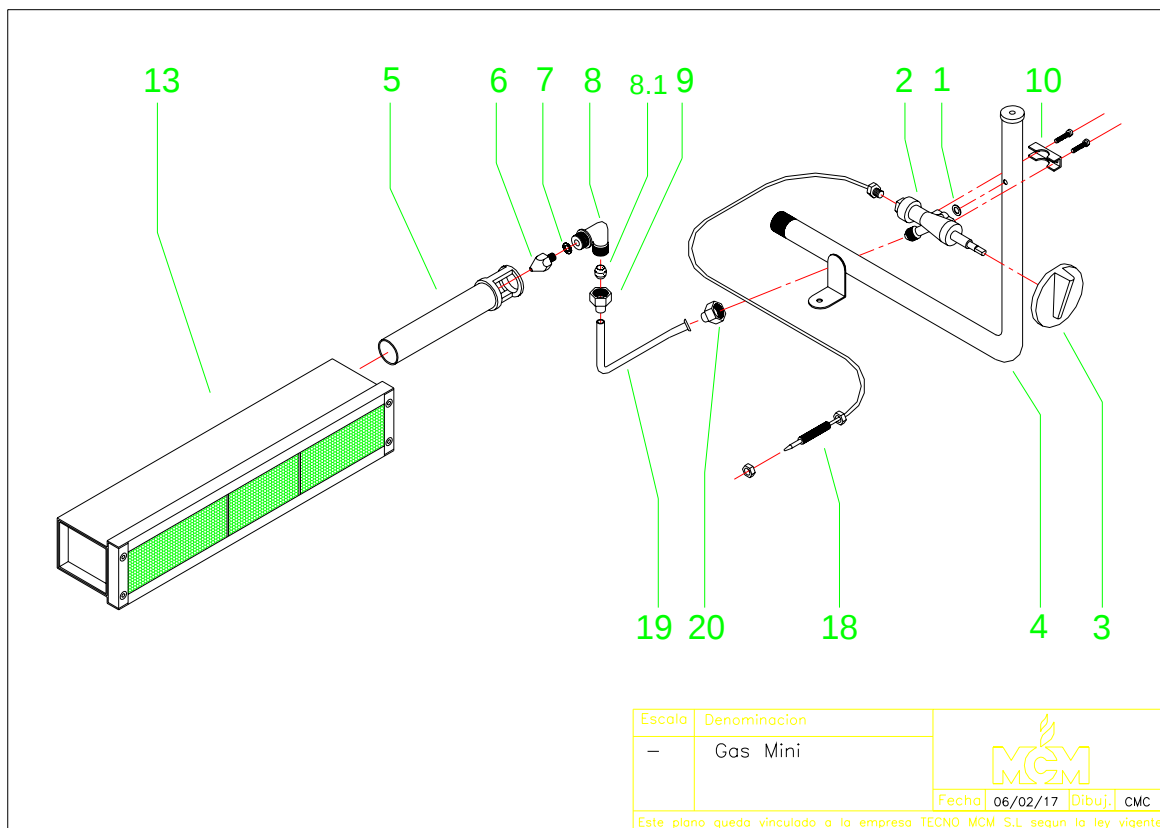

Fig.11
- Extraiga el tubo (5) (ver **fig.11**) correspondientes a la válvula del quemador que desea cambiar soltando para ello la tuerca (20)
- Tire hacia fuera del codo (8) para extraer el venturi del quemador, suelte en su totalidad las tuercas que fijan el quemador (16) a sus soportes.